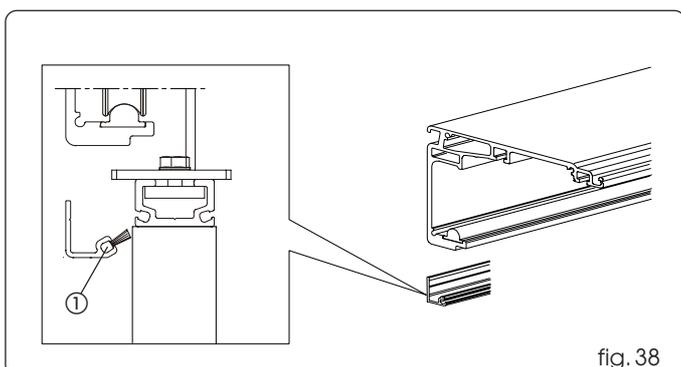

fig. 38
monter le profil de fermeture pour automatisme standard d'après la fig. 38.
Introduire la brosse (si prévue) dans le profil de fermeture avant le montage fig. 38 réf. ①.